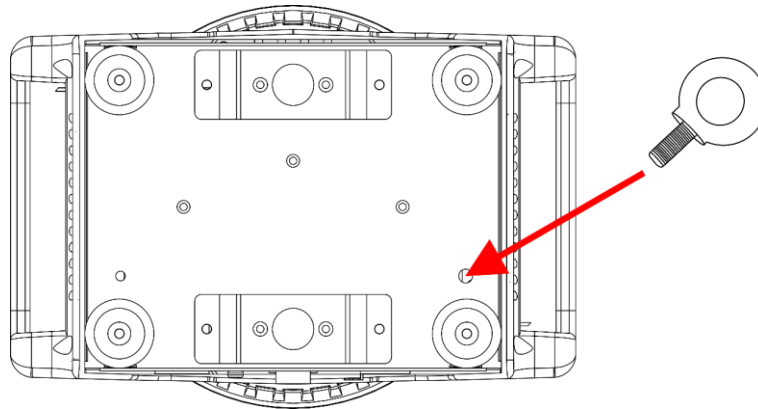

Abb. 09
- 01) Befestigen Sie die mitgelieferte Sicherungsöse an der **Ösenöffnung (12)**, wie in Abb. 09 gezeigt. Achten Sie darauf, dass Sie Klemmen verwenden, die für die Befestigung des Geräts an einer Traverse geeignet sind.